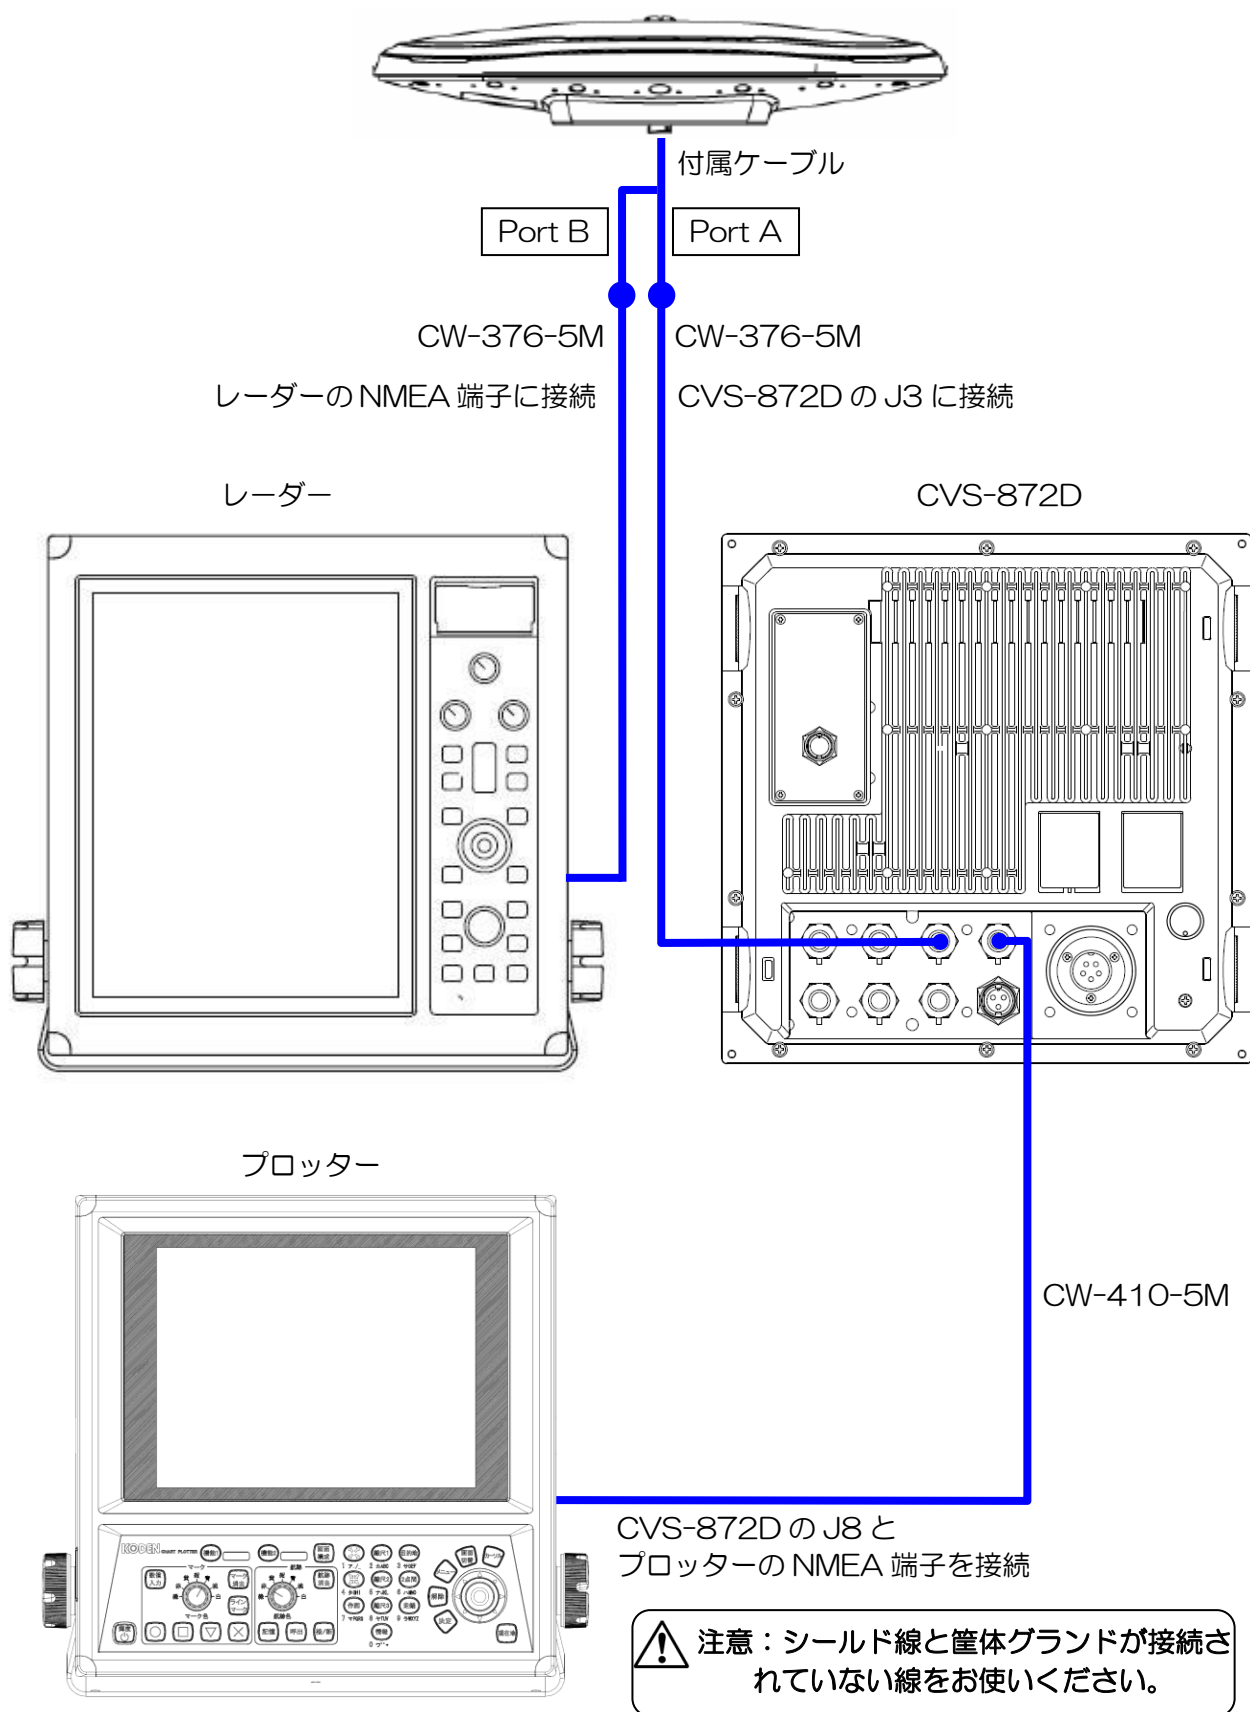
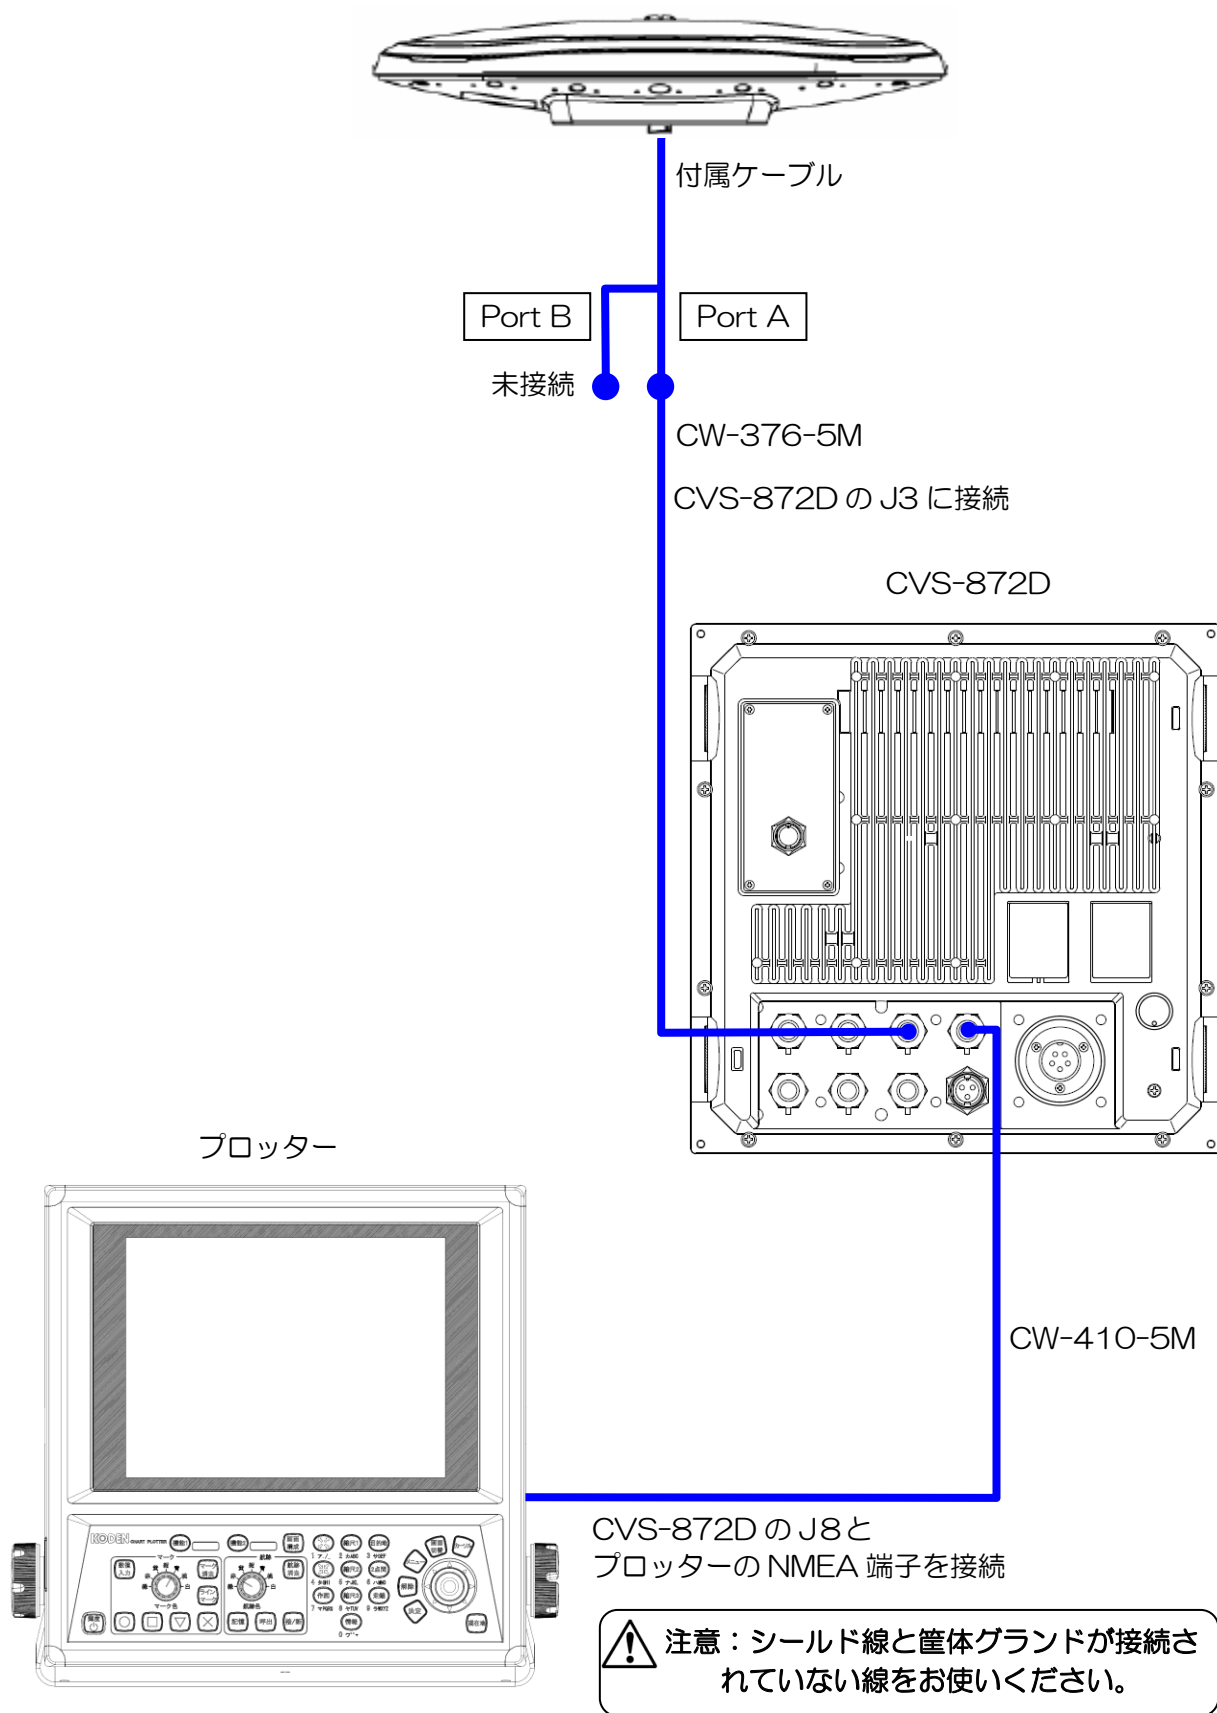

図 1.60 総合接続図 7
図 1.62 総合接続図 9
3) レーダーにも接続し GPS コンパスとして接続する場合は、Port B と半田付けが終了した CW-376-5M をレーダーの NMEA 端子へ接続してください。（図 1.60 総合接続図 7 参照）
それ以外の場合は PortB との接続の必要はありません。（図 1.62 総合接続図 9 参照）
4) 図 1.60 総合接続図 7～図 1.62 総合接続図 9 を参照して、CVS-872D の J8 端子と NMEA で通信する他の機器を接続してください。